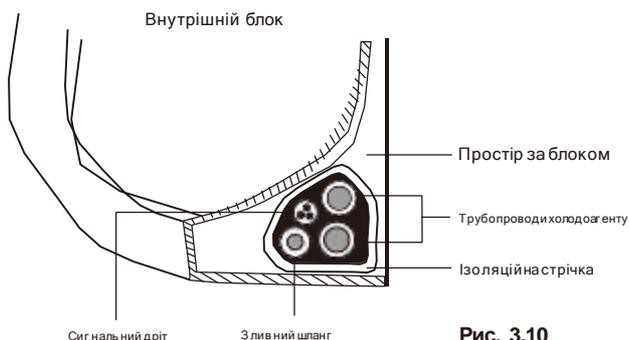

Рис. 3.10
1. Зв'яжіть зливний шланг, трубки холодоагенту та сигнальний кабель відповідно до **Рис. 3.10**.
3. Використовуючи ізоляційну стрічку, щільно обмотайте сигнальний дрот, трубки холодоагенту та зливний шланг. Ще раз перевірте, чи всі предмети вкомплектовано відповідно до **Рис. 3.10**.